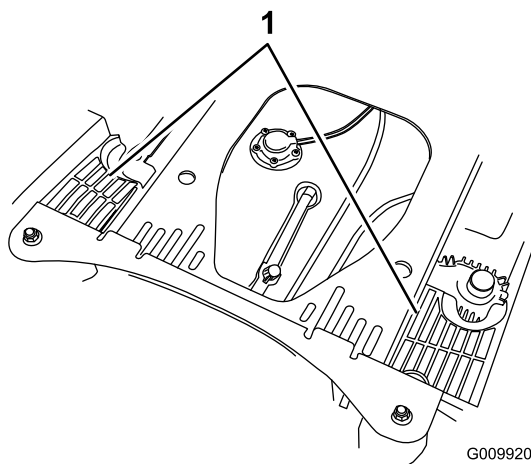

**Figura 77**
Antes de cada uso, elimine cualquier acumulación de hierba, suciedad u otros residuos de la rejilla del motor. Esto ayuda a asegurar una refrigeración adecuada y una velocidad de motor correcta, y reduce la posibilidad de sobrecalentamiento y daños mecánicos al motor (Figura 77).
3. Retire la rejilla de entrada de aire, el arrancador de retroceso y la carcasa del ventilador (Figura 77).
5. Instale la rejilla de entrada de aire, el arrancador de retroceso y la carcasa del ventilador (Figura 77).